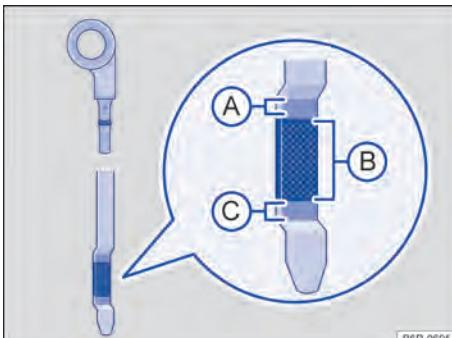

Fig. 150 Vareta de medição do óleo com marcas de nível do óleo do motor.
Em caso de alta demanda do motor, o nível do óleo do motor deve estar o mais próximo possível da área → Fig. 150 A – sem ultrapassar, como, por exemplo, em longas conduções em estrada durante o verão ou durante travessias de montanhas.
Legenda para → Fig. 150:
7. Retirar novamente a vareta de medição do óleo e ler o nível do óleo do motor na vareta de medição → Fig. 150 da seguinte maneira:
13. No final do processo de abastecimento do óleo, o nível do óleo do motor deve estar, ao menos, no meio da área → Fig. 150 , mas jamais acima da área  → .
- Não ligar o motor se o nível do óleo do motor estiver acima da área → Fig. 150 . Procurar uma Concessionária Volkswagen ou uma empresa especializada. Caso contrário, o catalisador e o motor podem ser danificados!